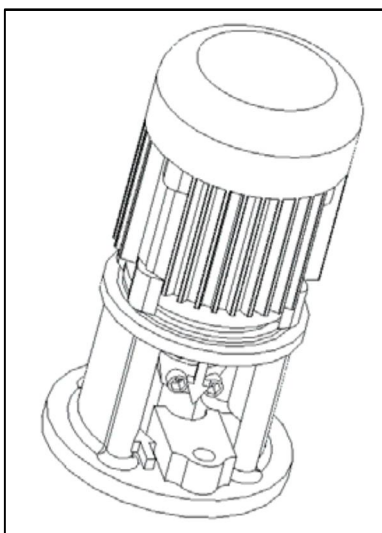

Abbildung 7: Pumpenwelle ausrichten
- Pumpenwelle in ermittelter Mittellage ausrichten. (Wenn vorhanden, Montageleere verwenden (→ Abbildung 7, S. 19)).